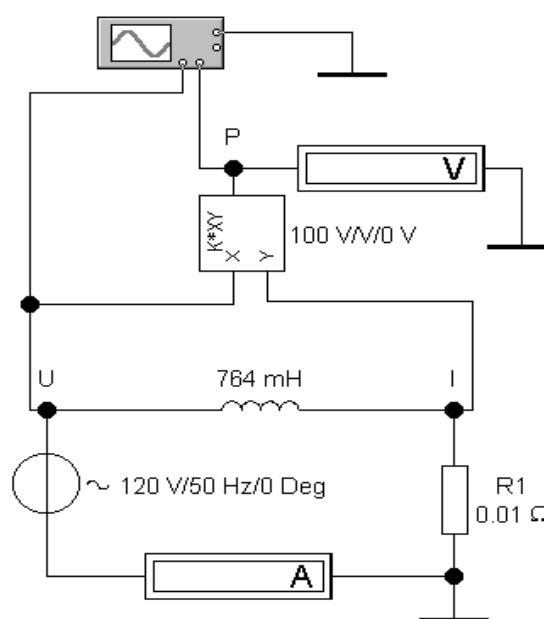

Рисунок 1.3
3.1. *Измерение действующего значения тока в цепи.* Рассчитайте действующее значение тока в катушке индуктивности. Создайте схему (рис. 1.3). Подключите амперметр и проверьте правильность расчета.